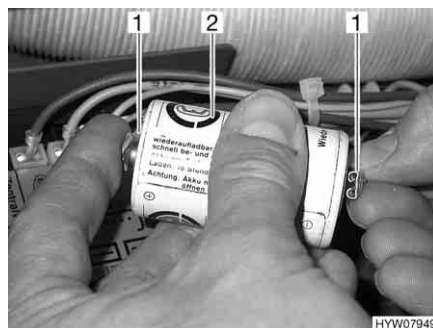

Fig. 90 Ponticello della chiusura centralizzata per blocco cucina
- Appoggiare le estremità dei cavi (Fig. 90,1) a una normale pila da 1,5 volt (Fig. 90,2) rispettando la polarità. L'apparecchio di controllo viene collegato a ponticello. La chiusura centralizzata si apre.